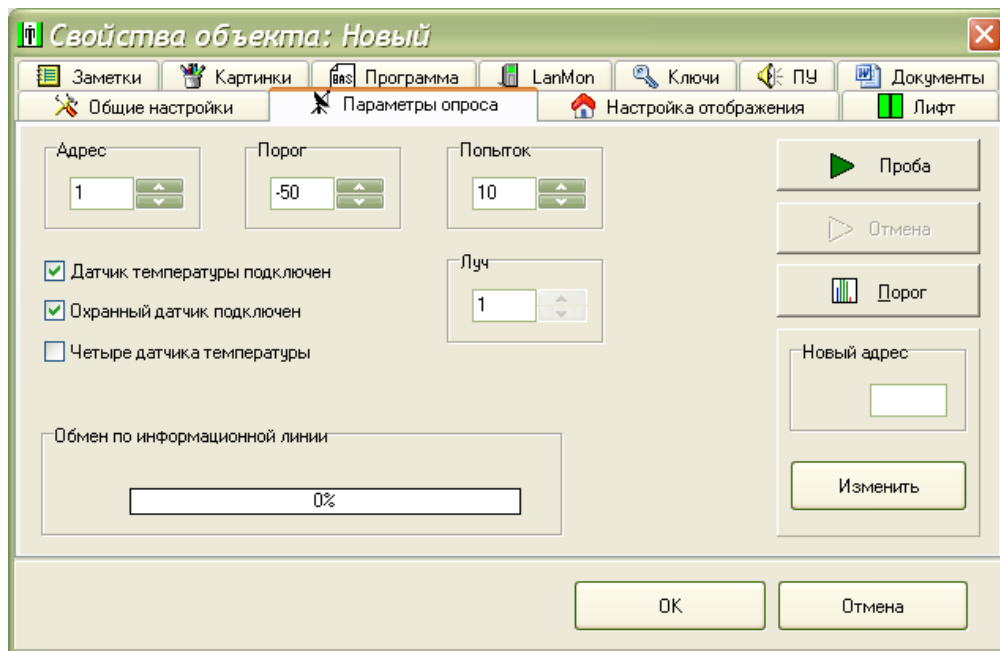

Рисунок 5
– в появившемся окне «Параметры объекта» выбрать вкладку «Параметры опроса» и в поле «Адрес» ввести адрес блока БДК-Л в диапазоне 1-255 (рисунок 5). Адреса блоков совпадают с номерами, указанными на наклейке контроллера связи КСН.
4) В соответствии с рабочим проектом указать номер луча, к которому подключен настраиваемый блок БДК-Л-4 (рисунок 5);
6) Установить «галочки» подключения к лифтовому блоку датчика температуры электродвигателя ДТ и охранных датчиков (рисунок 5);